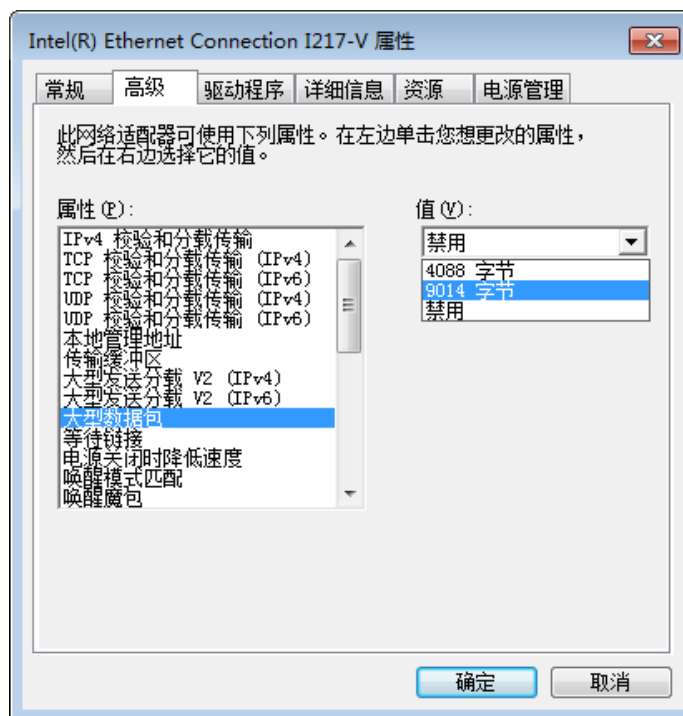

图2-2 网卡属性高级设置
2. 依次点击控制面板>>硬件和声音>>设备管理器>>网络适配器，选中对应的网卡，打开属性中的高级菜单，本地网卡大型数据帧设置为最大值 9014 字节，传输缓冲区和接收缓冲区均设置为 2048，中断节流率设置为极值。上述最大值视具体网卡情况不同，设置为最大值即可，具体设置如图 2-2 所示。